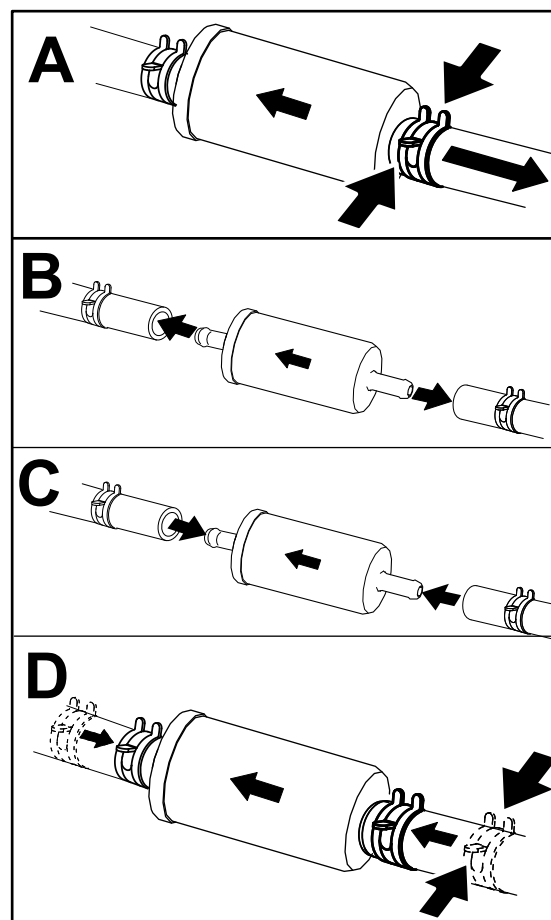

Figura 34
5. Coloque un recipiente limpio debajo del filtro de combustible y sustituya el filtro tal y como se muestra en la Figura 34.